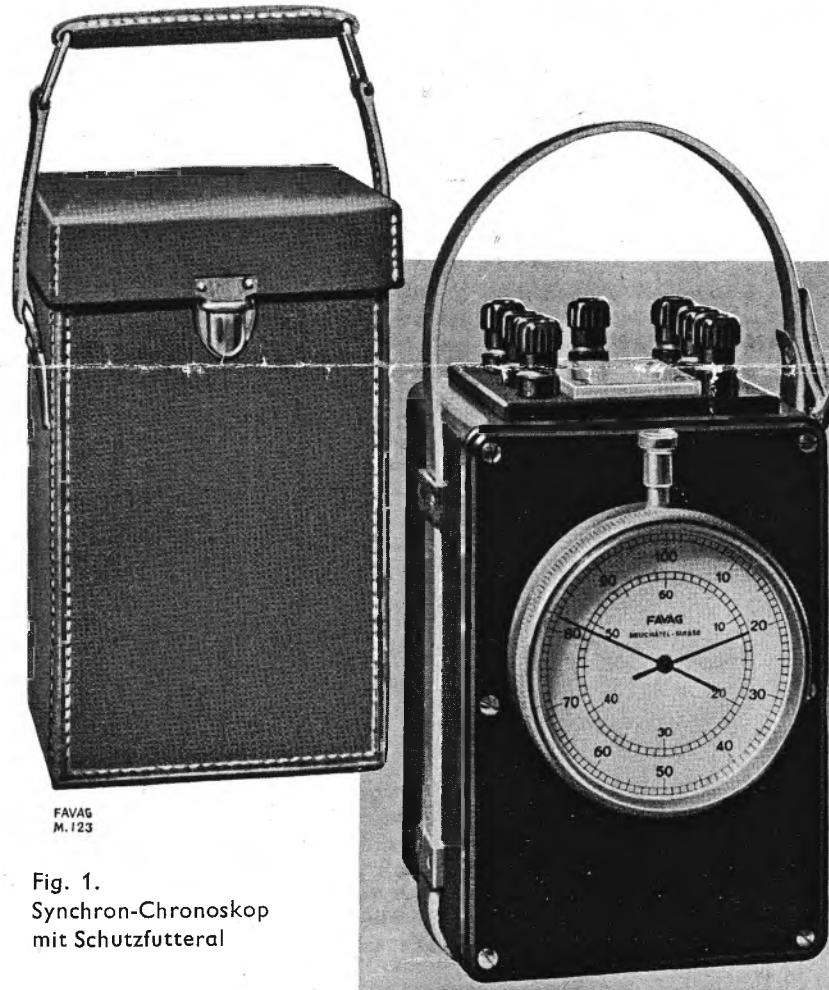

Fig. 1.
- **einem Zählwerk** mit Null-Stellvorrichtung und einer Uebersetzung 1 zu 100. Das Zifferblatt (siehe Fig. 1) besitzt zwei konzentrische Kreis- teilungen wobei die äussere 100 und die innere 60 Teilstriche aufweist. Der grosse Zeiger macht eine Umdrehung pro Sekunde, während der kleine Zeiger die Umdrehungen des grossen bis auf 1 Minute summiert.